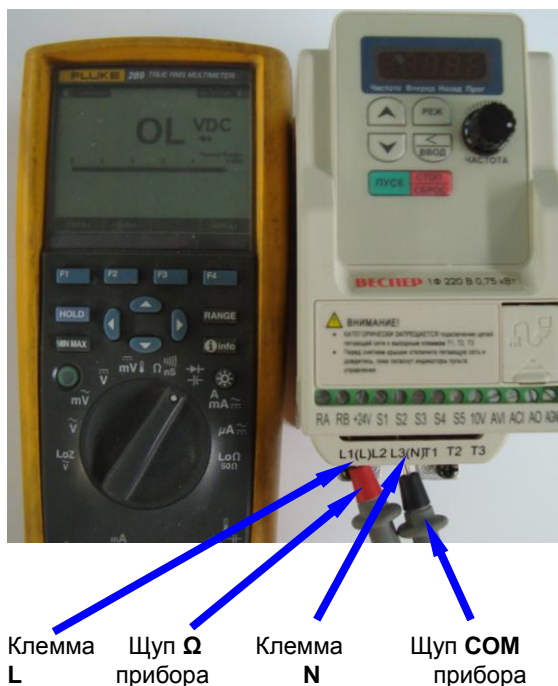

Рис.4.3. Проверка силовых цепей
4.4.2. Проверить цепь **L-N**, как показано на рис. 4.3. При исправной цепи проводимость отсутствует (показания прибора – «Обрыв цепи», рис. 4.3).
4.4.4. Повторить измерения по пп.4.4.2, 4.4.3, поменяв местами щупы мультиметра, показания мультиметра должны соответствовать рис. 4.3.